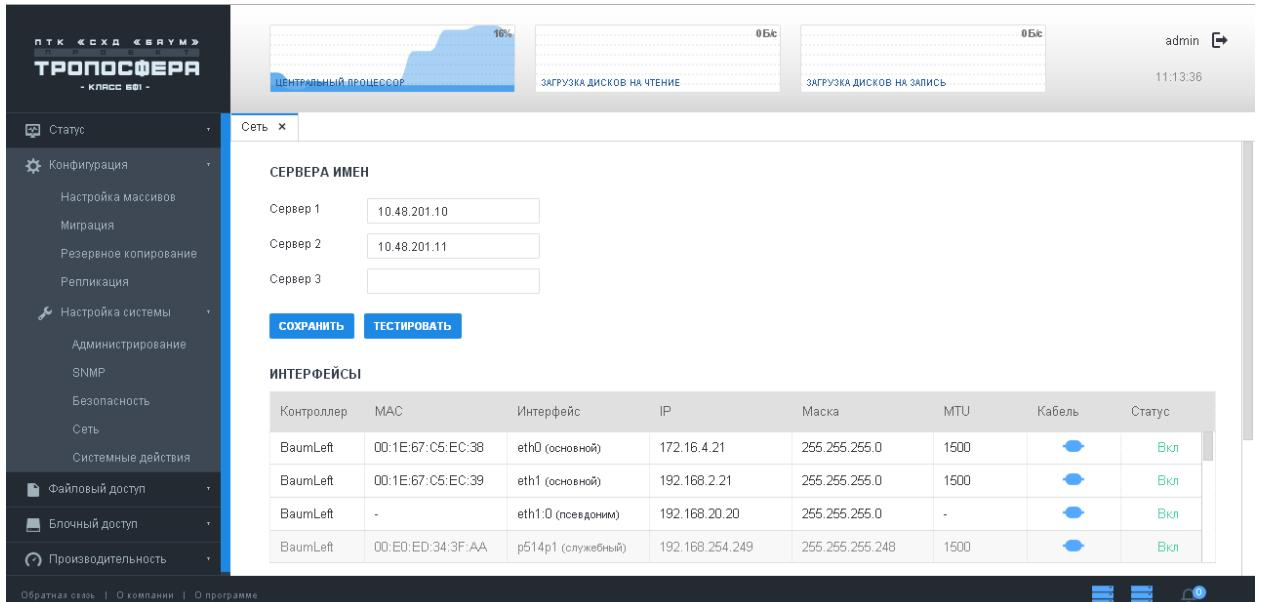

Рисунок 60 - Просмотр IP-адресов контроллеров СХД.БАУМ
3) На вкладке «Конечные объекты» задайте IP-адреса контролеров СХД.БАУМ (см. Рисунок 60), используйте кнопку «Быстрое подключение».